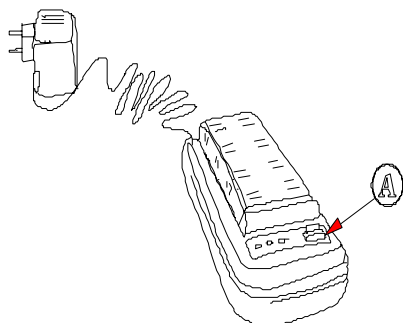

Figure 1.- Chargeur de batterie CB-410 et adaptateur de secteur.
2. Pour éviter de possibles charges résiduelles, **déchargez la batterie avant de procéder à la charge**. Pour cela, appuyer sur le bouton A aménagé sur le côté droit (voyez figure 1). Un voyant jaune s'allume et la décharge commence. Lorsque celle-ci touche à sa fin, le chargeur déclenche le procédé de charge automatiquement.